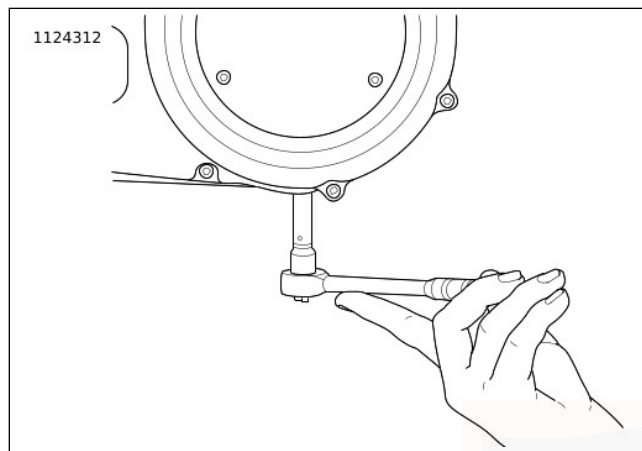

Figure 51. Dépose/pose du bouchon de vidange du carter de chaîne
3. Voir Figure 51. Vidanger le carter de chaîne primaire.